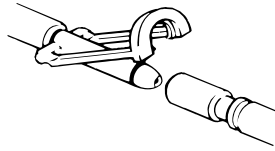

Figure 2-21 : Clik-Tite ouvert
- a. S'il s'agit de tuyaux connecteurs de type Colder, raccorder l'accessoire de tuyau adaptateur (8001-999-016). S'assurer que les connecteurs **Clik-Tite** sont ouverts (Figure 2-21 à la page 2-38).
- b. S'il s'agit de tuyaux **Clik-Tite**, s'assurer que les connecteurs et les pinces sont ouverts (Figure 2-21 à la page 2-38).